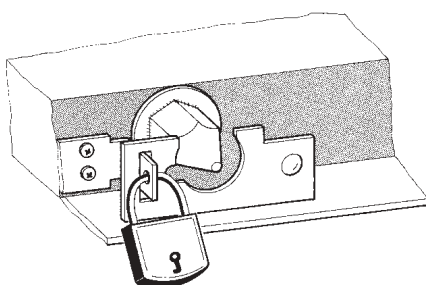

Fig. 23
- die Schalterposition mit einem Vorhängeschloß (Fig. 23),
- The circuit-breaker can be locked in position with a padlock (Fig. 23).